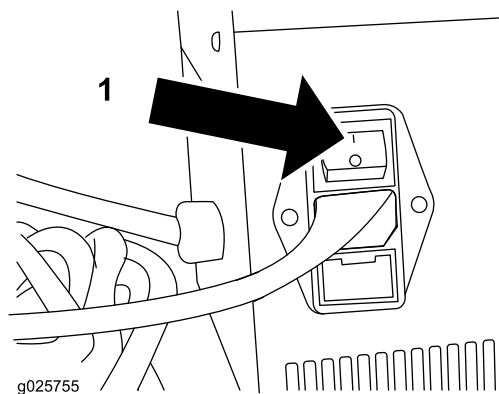

Figura 7
8. Encienda el cargador (Figura 7). Se encenderá el indicador LED de corriente ("ON").